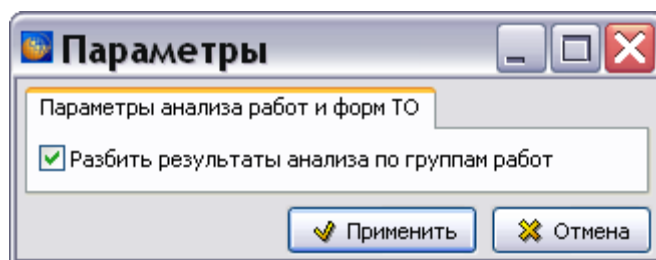

Рис. 21.119
3. В окне **Анализ** нажмите на кнопку **Применить**. После этого откроется окно **Параметры** (Рис. 21.119).